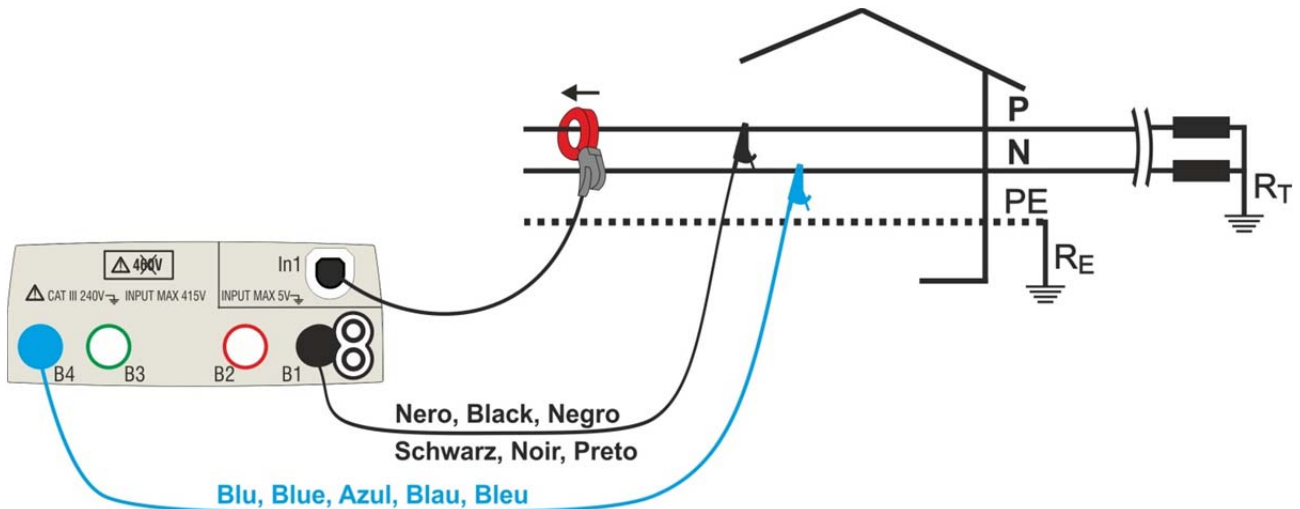

Abb. 36: Verbindung zur Messung der Einphasigen System
4. Stecken Sie die Stecker in die blau-weißen der einzelnen Adern in die entsprechenden Eingangsbuchsen des Instruments **B4**, **B1**. Stecken Sie das freie Ende der Kabel bleiben die entsprechenden Krokodile oder Tipps. Verbinden Krokodile, führt zu der Testphase P und N gemäß Abb. 36 für die Messung der Spannung in einzelnen Phase oder Phasen L1 und L2 gemäß Abb. 37 für die Messung von Spannung in einem ausgeglichenen Dreiphasensystemen. Verbinden Sie die Klemme Eingang **In1** außerhalb des Instruments und auf die Phase einphasig oder dreiphasig ausgewogene Systeme für Phase L3. Der Pfeil auf der Klemme muss die Richtung zu folgen, in dem der Strom fließt in der Regel von dem Generator an die Last, wie in Abb. 36 und Abb. 37 gezeigt